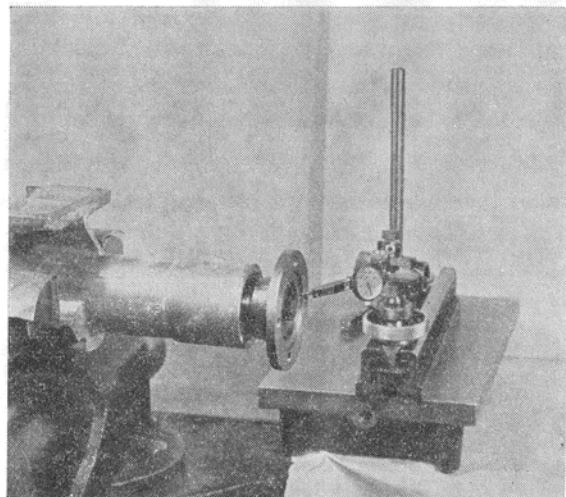

Bild 15.
2. Montera hastighetsmätarhjulet (24) med avfasningen bakåt och sätt i axeln i förlängningshalsen.
3. Pressa i bakre lagret (19) med dorn SVO 4113 och tätningringen (20) med samma verktyg.
4. Driv på medbringaren (23) med dorn SVO 4034. Kontrollera därvid först att medbringarens främre yta är utan grader. Drag fast medbringaren med skruven (22).
5. Sätt fast huvudaxeln med förlängningshalsen i ett skruvstycke och kontrollera radialkastet på medbringaren. Max. tillåtet radialkast är 0,07 mm. (se bild 15). Kontrollera även skevhet; max. tillåtet är 0,09 mm.
6. Känn efter att hjulet (29) för 1:an och backen går lätt på axeln. Kontrollera på samma sätt 2:ans hjul (34) och synkroniseringsanordningen.
7. H 5—H 6: Montera hastighetsmätardrevet, bakre locket med tätningsring och medbringaren. Drag skruvarna och muttern för medbringaren. Mät upp medbringarens skevhet, bild 15.